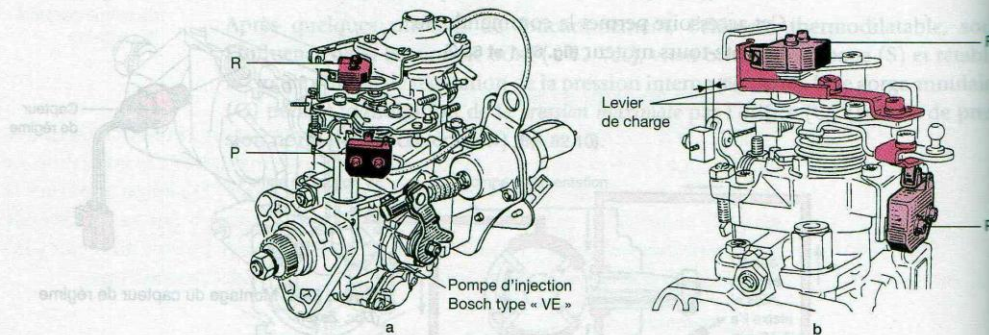

Figure 63.4. Emplacements des divers microcontacteurs sur une pompe VE (Doc. Renault)
Ces accessoires sont disposés à proximité du levier de charge et sont commandés par des « pattes » réglables selon les normes du constructeur (fig. 63.4).
- recyclage des gaz d'échappement (microcontact « R », fig. 63.4) ;
- postchauffage (microcontact « P », fig. 63.4).